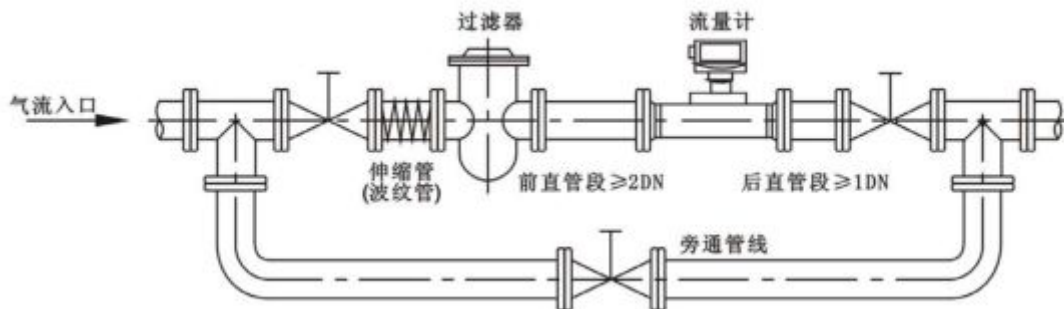

图 3 旁通管道安装图
12.为了不影响流体正常输送，建议按图 3 安装旁通管道，在正常使用时必须关闭旁通管道阀门。